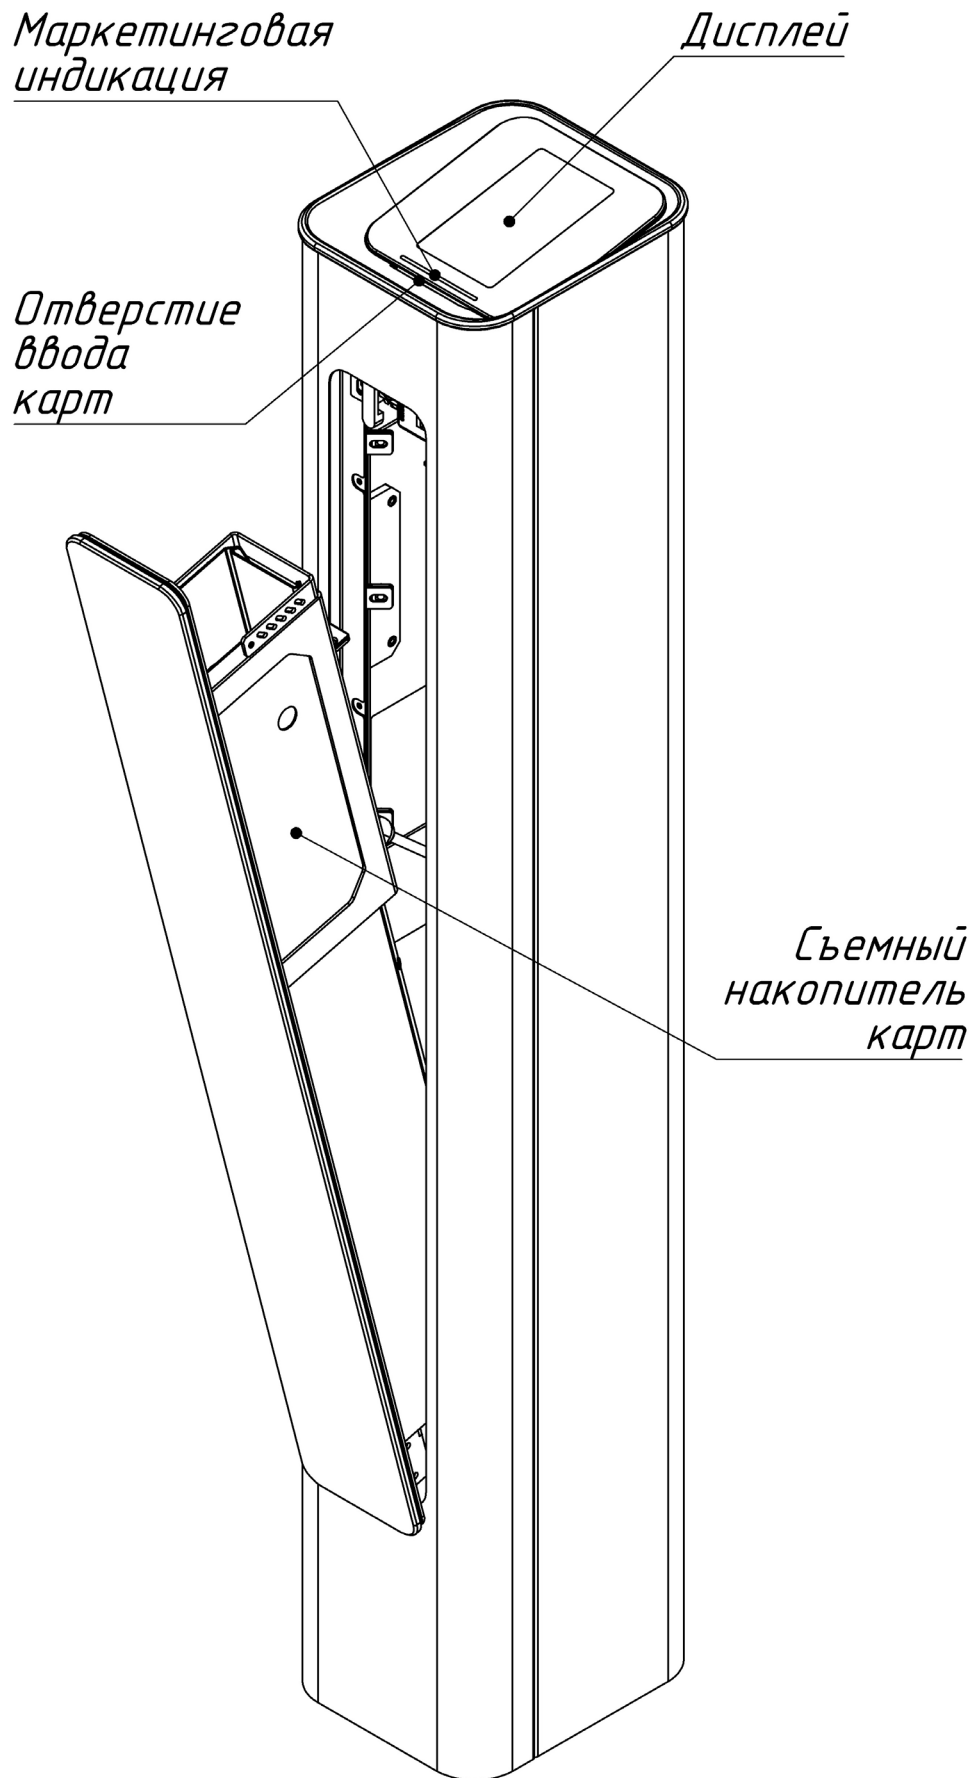

Рис. 1
1.3 Основные узлы картоприемника представлены на рис. 1.